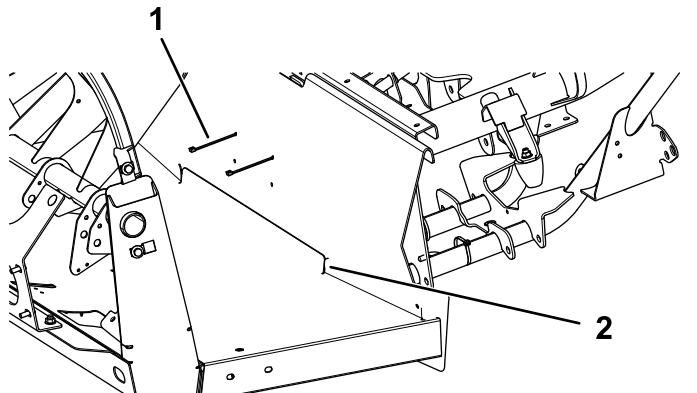

Figura 23
3. Dobre a aba e enfeie-a debaixo da flange do piso (Figura 23).
4. Prenda a aba com duas braçadeiras de cabos em torno do tubo do chassis central (Figura 23).